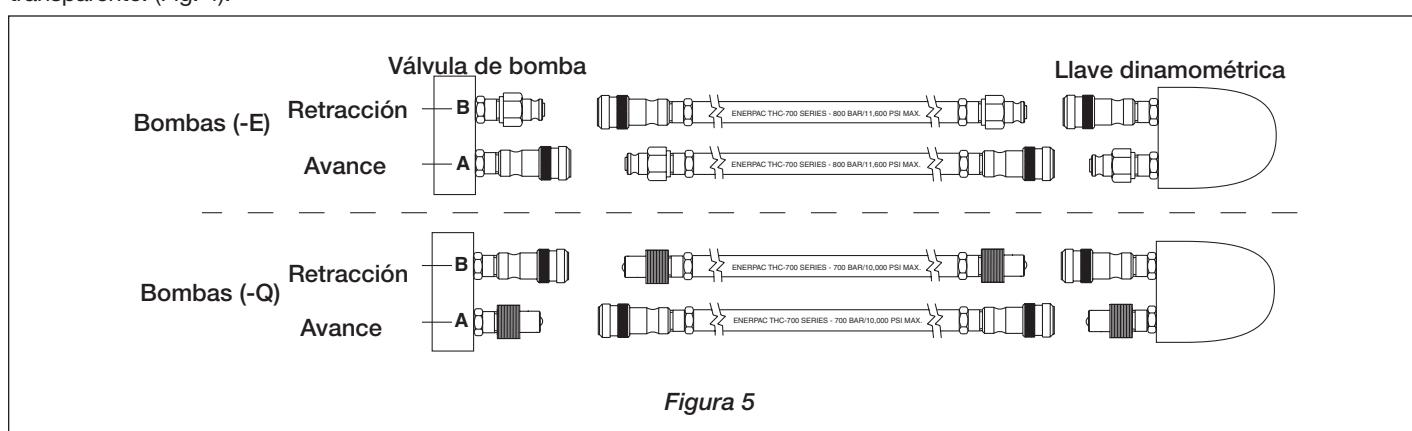

Figura 5
Conectar las mangueras como muestra la Figura 5.
1. Bomba tipo (-E) para llaves dinamométricas Enerpac SQD y HXD. Asegurarse de utilizar mangueras que tengan la marca "ENERPAC THC-700 SERIES - 800 Bar/11,600 psi max". Los acopladadores en estas mangueras se "polarizan" en fábrica para asegurar un funcionamiento correcto de la llave. (Véase Figura 5)
2. Tipo de bomba (-Q) para llaves dinamométricas Enerpac S y W y otras marcas. Utilizar manqueras que tengan la marca "Enerpac THQ-700 series-700 bar/10,000 psi max.". Los acopladadores deben estar polarizados de acuerdo con la figura 5 para un funcionamiento correcto de la llave. Asegurarse que los acopladadores estén bien enchufados y apretados antes de usar la llave. Los acopladadores parcialmente conectados impedirán que la llave funcione correctamente.